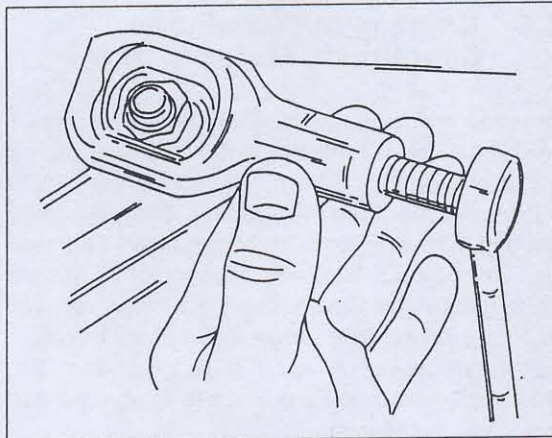

Bild 14
- Schwierigkeiten können auch manchmal beim Lösen von Muttern oder Schrauben auftreten, deren Kanten bereits durch unvorschriftsmässige Verwendung der falschen Schlüsselgrösse abgerundet sind (aus Erfahrung gesprochen bei Zweihandwagen manchmal anzutreffen). Mit der bereits erwähnten Gripzange kann man versuchen die Mutter oder Schraube zu lösen. Je nach Lage der Mutter kann man diese auch aufmeisseln oder am Gewinde entlang aufsägen. In diesem Zusammenhang möchten wir auch den Mutternspalter erwähnen, falls man zu dessen Benutzung genügend Arbeitsraum hat. Das Werkzeug arbeitet in der in Bild 14 gezeigten Weise, d.h. man zieht die Schraube an, bis die Mutter platzt. Ein Vorteil ist dabei, dass man das Gewinde der Schraube nicht beschädigt.